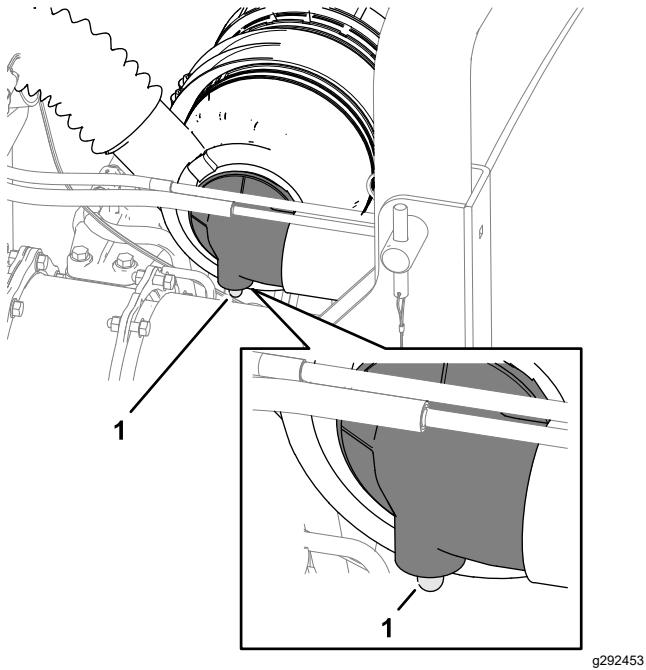

Bild 49
2. Prüfen Sie die Verstopfungsanzeige des Luftfilters (Bild 49).
Hinweis: Warten Sie den Hauptluftfilter, wenn die Verstopfungsanzeige des Luftfilters (Bild 49) rot ist. Das häufige Auswechseln des Luftfilters erhöht die Gefahr, dass Schmutz in den Motor gelangt, wenn der Filter entnommen ist.